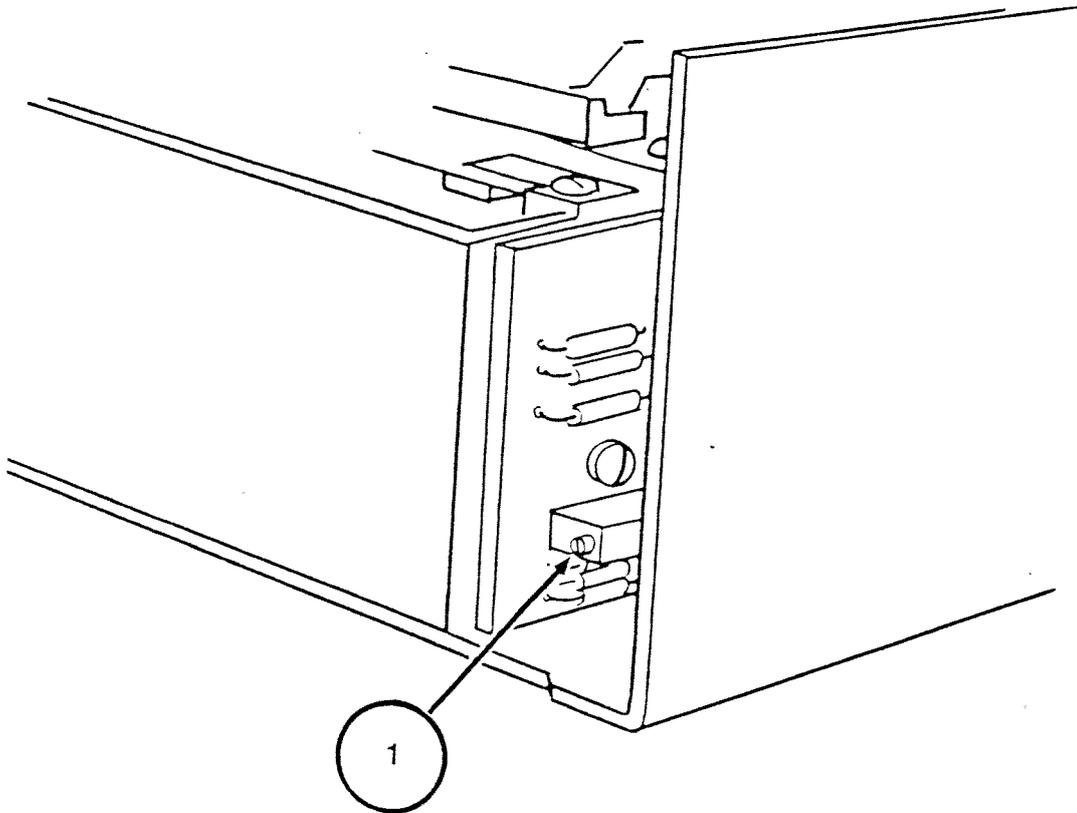

FIGURE 4
10. Sehen Sie sich die RÜCKSEITE des Laufwerksmechanismus an. Suchen Sie die hochkant eingesetzte Motorsteuerkarte und das kleine Wendepotentiometer mit einer Justierschraube auf der Seite (Abbildung 4, #1).